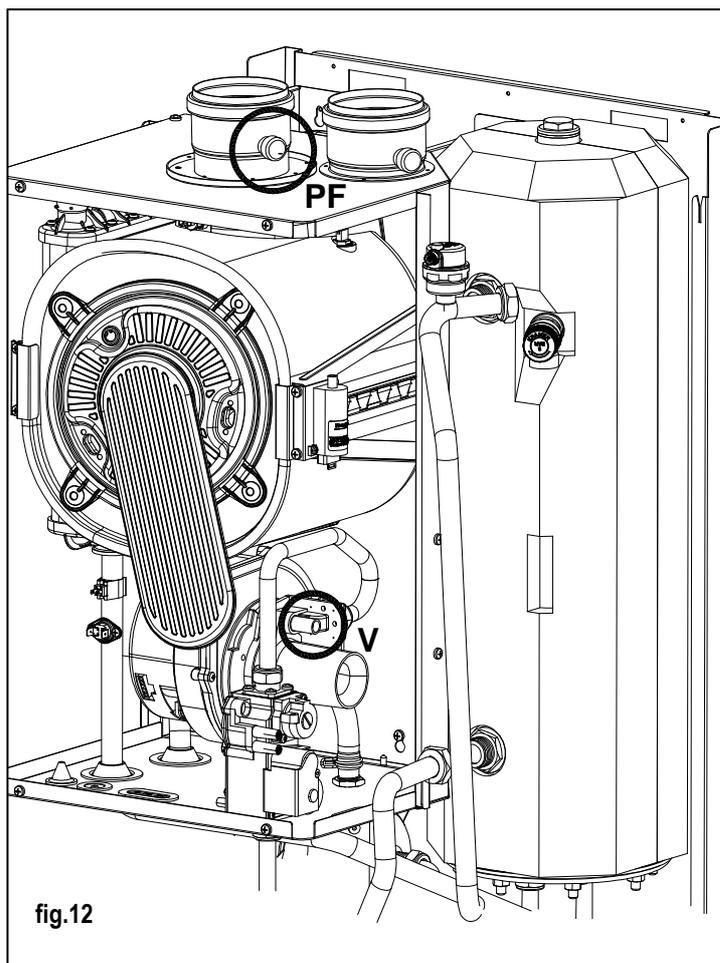

fig.12
- Si la quantité de CO₂ diffère de la valeur indiquée dans le tableau n°1, tourner la vis **V** (fig.12) du venturi vers la droite pour diminuer la valeur de CO₂ et vers la gauche pour l'augmenter.